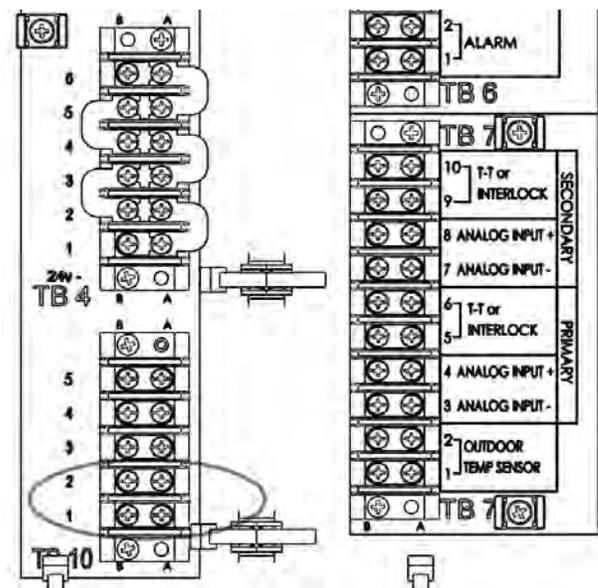

Figure 34. Déconnexion d'un écran tactile non utilisé. Voir également Figure 18 en page 36.
- Repérer le bornier 10 (TB10). Voir Figure 34. Retirer le cavalier reliant les broches 1 et 2 sur TB10. Consulter également la Figure 18 en page 36 pour les connexions.